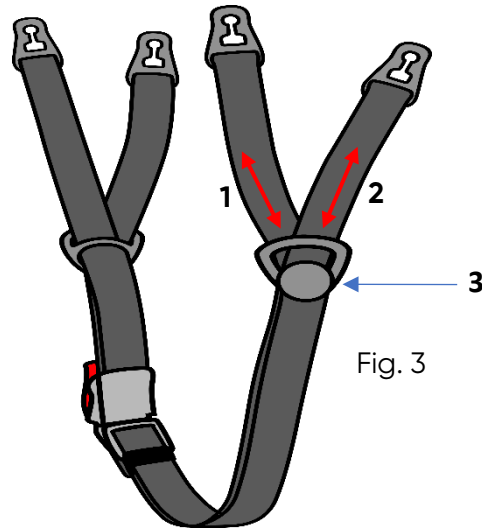

Fig. 3
A cinta de queixo (Fig.3) tem comprimento ajustável, por separado, para o lado esquerdo e direito da cinta. É possível mudar o comprimento da secção frontal (1) e traseira (2) deslocando a cinta pelo elemento distribuidor (3).